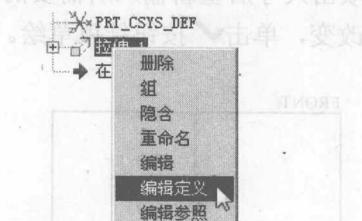
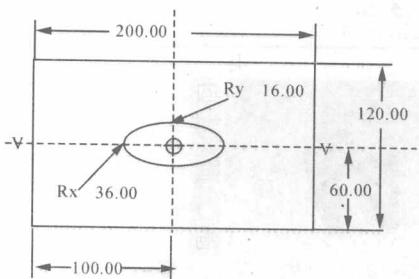
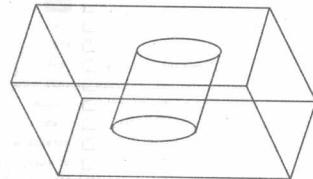

图 1.15
图 1.16
图 1.17
2) 在模型树中选中拉伸特征, 单击右键, 得到如图 1.15 所示的即时菜单, 选择“编辑定义”命令, 重新打开拉伸特征的“特征控制”对话框, 在该对话框中单击“放置、编辑”, 进入草绘界面, 选中圆且按右键删除, 再画一个如图 1.16 所示的椭圆, 结束草绘, 完成特征, 结果如图 1.17 所示。